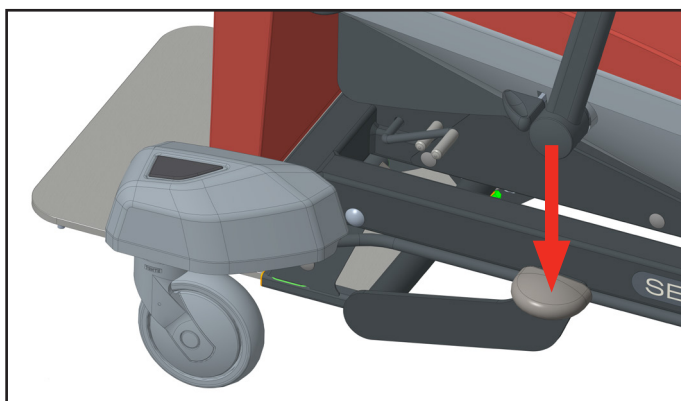

Fig. 13 Elevação
- ▶ Mova a cadeira para a posição desejada **pressionando o pedal repetidamente** (veja Fig. 13). A plataforma de suporte do colchão da cadeira primeiro se inclina 25° para frente e depois começa a se elevar.